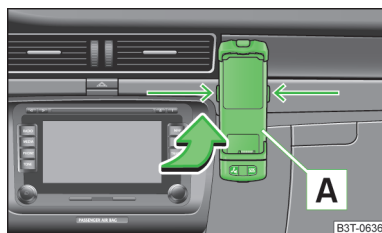

Fig. 114
- Poussez d'abord l'adaptateur **A** dans le sens de la flèche » fig. 114 jusqu'à la butée dans le support. Appuyez ensuite légèrement sur l'adaptateur pour qu'il s'enclenche.
- Appuyez simultanément sur les verrouillages latéraux du support » fig. 114 et extrayez le téléphone avec l'adaptateur.